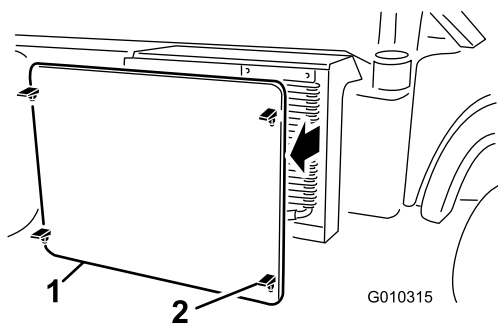

Figura 50
- Abra los enganches y retire la rejilla del radiador de la parte delantera del radiador (Figura 50).